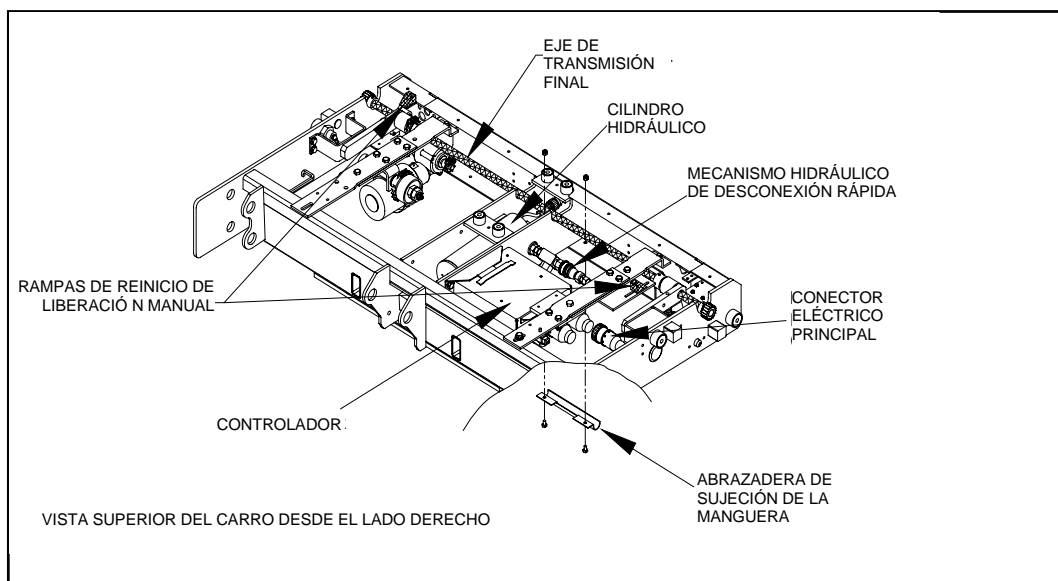

FIGURA 4-16: COMPONENTES DEL CARRO
- f. Consulte la **Figura 4-16**. Compruebe que los ejes de liberación de la plataforma están en engranados (girados en dirección opuesta a lo que se indica en la etiqueta contigua). Desvíe hacia abajo el eje de transmisión final para desengranarlo de la cremallera. Use envoltorios de nylon o algo similar para mantener desengranado el eje de transmisión.
- 1) Consulte la **Figura 4-16**. Deslice la junta de acoplamiento de goma sobre el eje de entrada de la caja de engranajes.